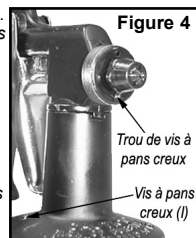
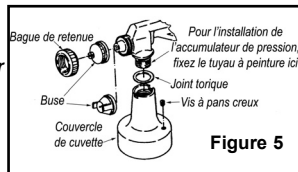

Figure 4
Figure 5
2. Retirez la vis à pans creux (I) du couvercle de la cuvette.
3. Installez la vis à pans creux à l'avant du pistolet là où la buse se trouvait antérieurement (voir Figure 4).
4. Raccordez la buse à mélange externe (G) à l'extrémité du pistolet pulvérisateur.
Pour utiliser un accumulateur de pression, retirez la vis à pans creux du couvercle de la cuvette et placez-la à l'avant du pistolet près de la buse à liquides, comme pour le montage d'une alimentation par aspiration avec mélange externe (voir Figure 4). Retirez la cuvette, le tube à liquides, le couvercle de la cuvette et l'écrou à portée cylindrique, puis fixez le tuyau à peinture (voir Figure 5).